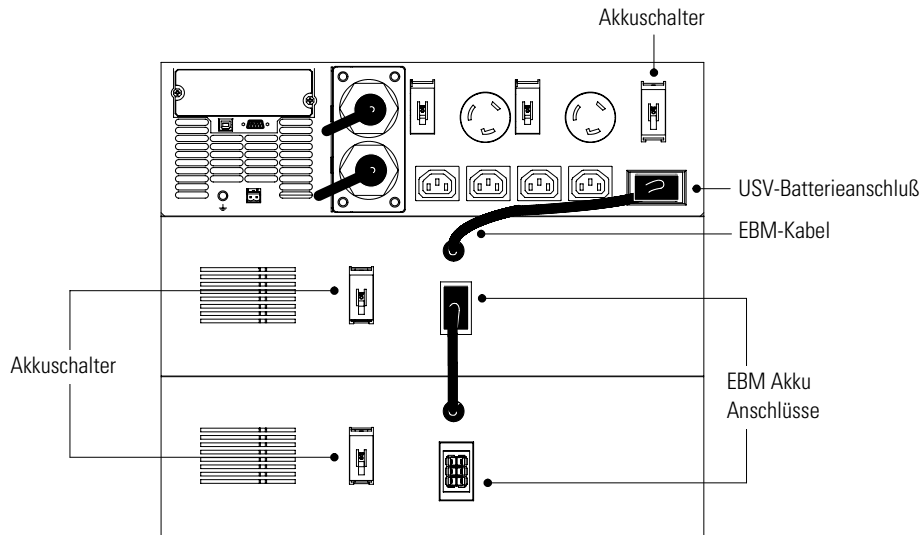

Abbildung 31. EBM Anschlüsse am
1. Alle Akkuschalter in Stellung OFF schalten (siehe Abbildung 31).
4. Das neue EBM an die USV anschließen, wie in Abbildung 31 dargestellt.